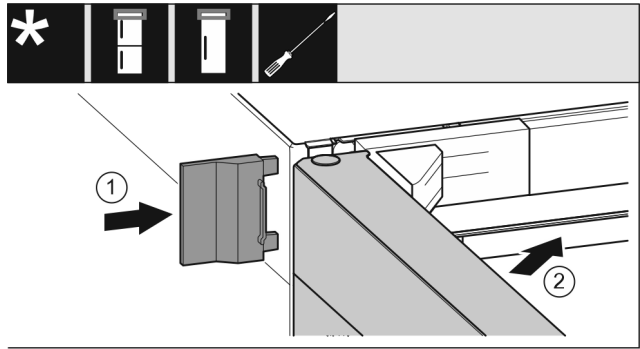

Fig. 34
- ▶ Насуньте зовнішню кришку. Fig. 34 (1)
- ▶ Закрийте верхні дверцята. Fig. 34 (2)